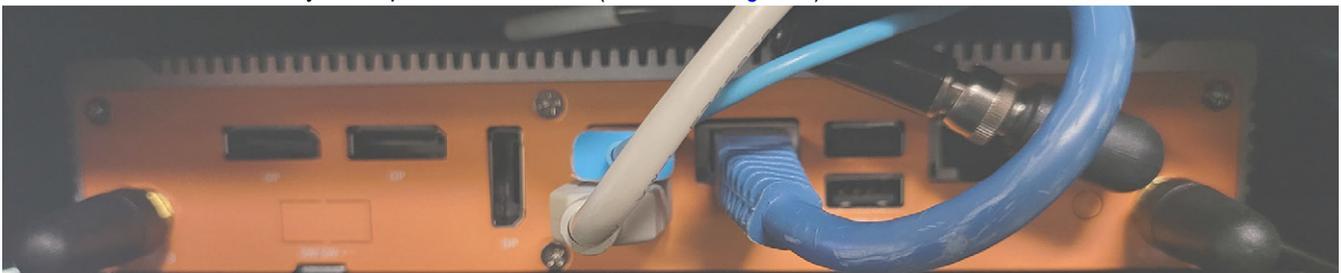

Figura 9. Adaptador de corriente y cables conectados
7. Conecte los cables y el adaptador de corriente (consulte la Figura 9).